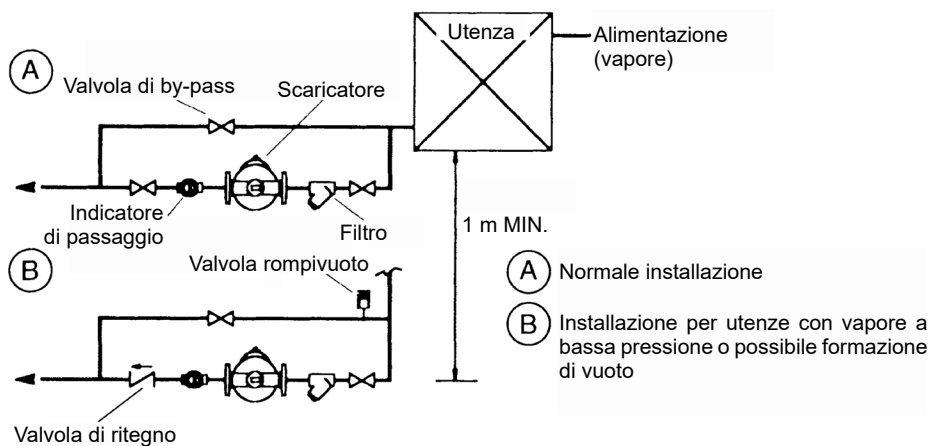

Fig. 1
- 3.8** Se l'apparecchio da drenare è provvisto di regolazione automatica della temperatura, prevedere, oltre al battente, l'applicazione di una valvola rompivuoto (vedere Fig. 1).